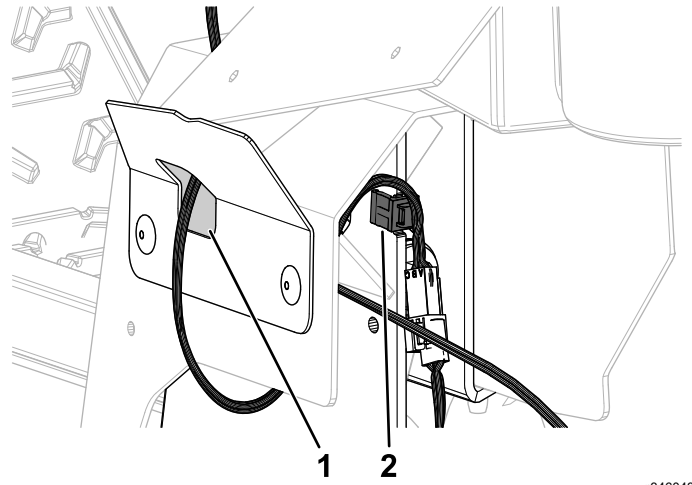

図8
2. 走行コントロールレバーのワイヤハーネスを、左側カバープレートの穴に通す 図8。
3. 左側走行コントロールレバーのノッチに、ワイヤハーネスを固定する 図8。